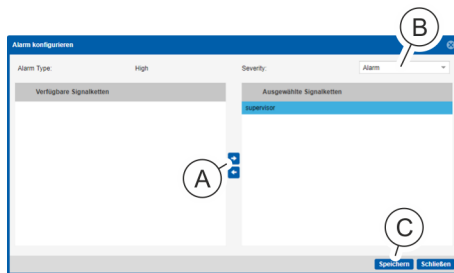

Abb. 132: Fenster „Alarm konfigurieren“
8. ➔ Im Fenster "Alarm konfigurieren" eine Signalkette auswählen und über die Schaltfläche „→“ (Abb. 132/Ⓐ) ins Feld „*Ausgewählte Signalketten*“ schieben.
9. ➔ Im Auswahlfeld „*Severity*“ (Abb. 132/Ⓟ) für den Eingang einen Alarmzustand „OK“, „*Warnung*“ oder „*Alarm*“ auswählen.
10. ➔ Auswahl über die Schaltfläche „*Speichern*“ (Abb. 132/Ⓞ) bestätigen.